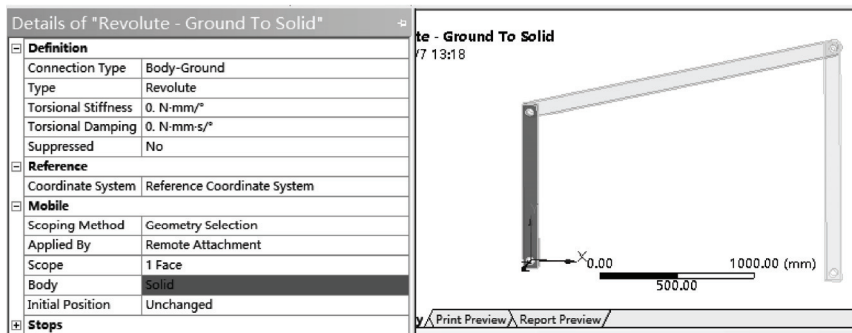

图 16-14 左臂对地旋转设置结果
3) 设置 Revolute 对象的细节窗口如图 16-14 所示, 然后单击选择左边实体底部的孔, 并在细节窗口中的 Scope 中单击 Apply 按钮。